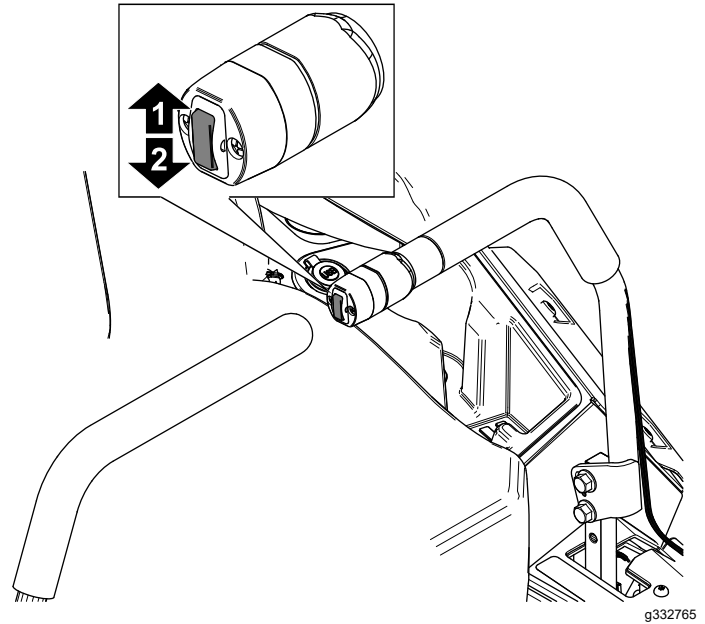

Figura 30
1. Spingete verso l'alto l'interruttore di sollevamento del piatto (Figura 30).
3. Spingere verso il basso l'interruttore di sollevamento del piatto per impostare l'altezza di taglio (Figura 30).